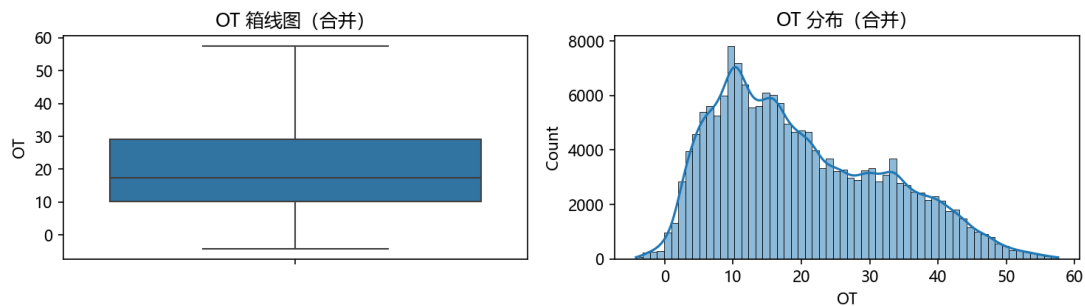

图 3 箱线图与直方图
- PACF 在滞后 1 阶后快速衰减, 适合 AR(1) 建模
1.3.3 分布特性分析: 通过箱线图和直方图 (如图 3) 分析 OT 的统计分布, 发现其呈现近似正态分布, 峰值集中在 10-20 区间, 存在少量异常值。